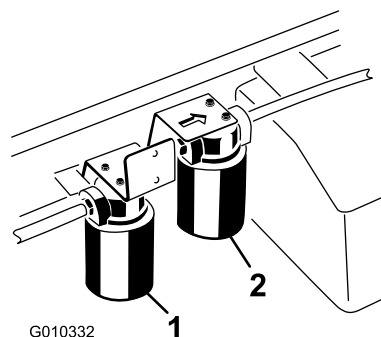

Figura 71
5. Aezai o tavă de golire sub filtru i îndepărtați filtrul (**Figura 71**).
4. Curățați suprafața din jurul zonei de montare a filtrului pentru sistemul hidraulic de debit ridicat (Figura 71).